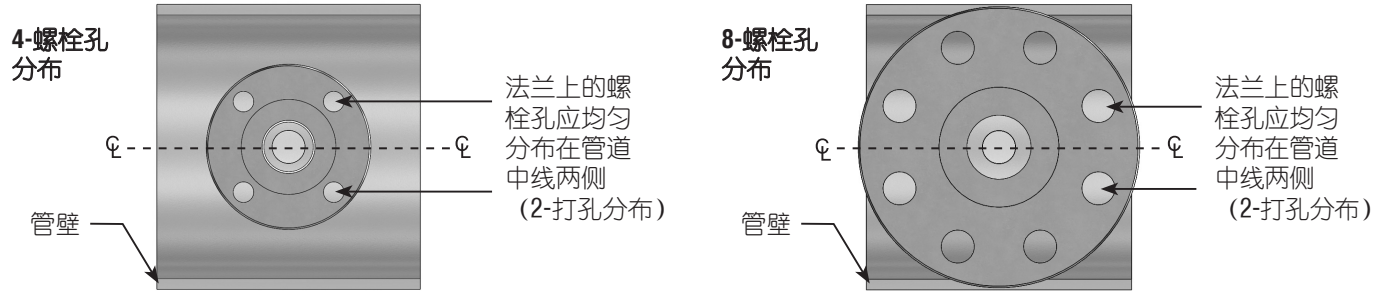

图 4. 法兰方向
- 标记出要安装威力巴®探头的位置。将下法兰座放在标记中心上。确保正确的焊接缝隙（通常为 1.5mm [1/16"]），通过点焊将下法兰座固定到位。注意图 4 所示的法兰方向。法兰上的螺栓孔应均匀分布在管道中线两侧（2-打孔分布）。根据适用的焊接工艺，完成下法兰座与管道的焊接。